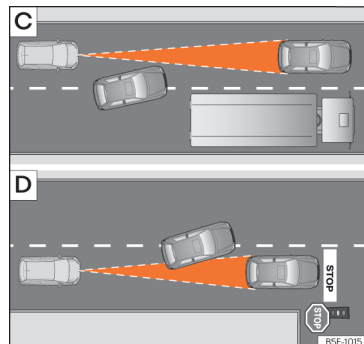

Abb. 108 C) Fahrspurwechsel eines anderen Fahrzeugs. D) Abbiegendes und weiteres stehendes Fahrzeug.
- Fahrzeuge, die in geringem Abstand auf die eigene Fahrspur wechseln »» (Abb. 108)
ACC reagiert nicht auf stehende Fahrzeuge. Wenn z. B. ein von der ACC erfasstes Fahrzeug abbiegt oder ausschert und sich vor diesem Fahrzeug ein stehendes Fahrzeug befindet, reagiert ACC nicht auf das stehende Fahrzeug »» (Abb. 108) **D**.